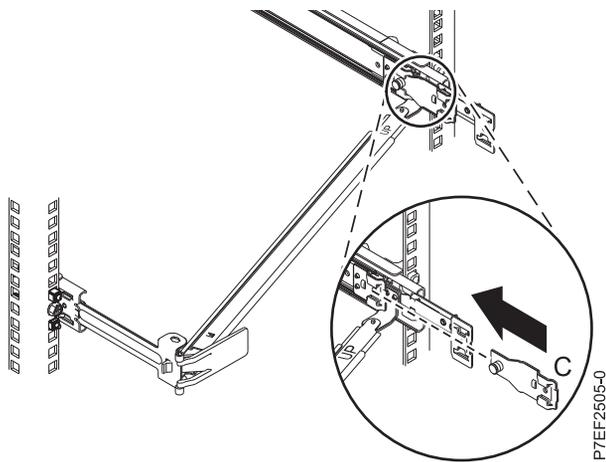

Figura 13. Instalación del soporte de montaje en el riel deslizante
6. Conecte la pieza de sujeción de tope de portacables (B) a la ranura en la parte interior del lado izquierdo deslizando la pieza de sujeción de tope (B) en el riel deslizante hasta que el pestillo accionado por resorte quede fijado. Para obtener detalles, consulte la Figura 13 en la página 11.